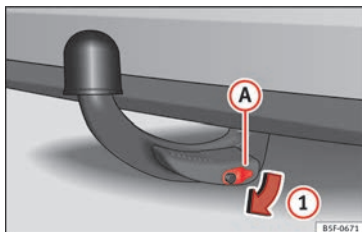

Fig. 228 Retirar la tapa de la cerradura
- Extraiga la tapa (A) de la cerradura en el sentido de la flecha (1) » fig. 228.